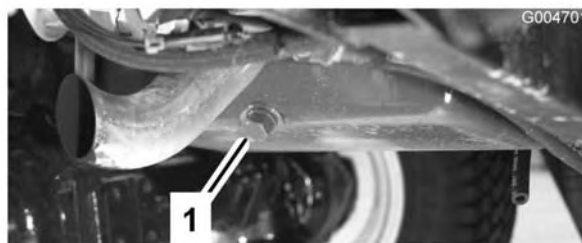

Figure 48
1. Enlevez un des bouchons de vidange (Figure 48) et laissez couler l'huile dans un bac de vidange. Remettez le bouchon quand toute l'huile s'est écoulée.